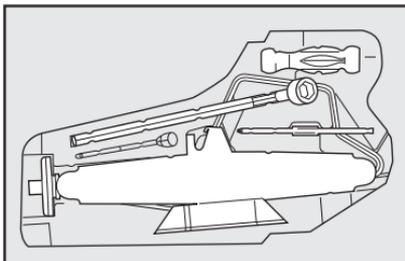

fig. 26
14) Coloque el crিকে en el soporte de herramientas **fig. 26**, encajándolo bien para evitar vibraciones, o que se suelte.